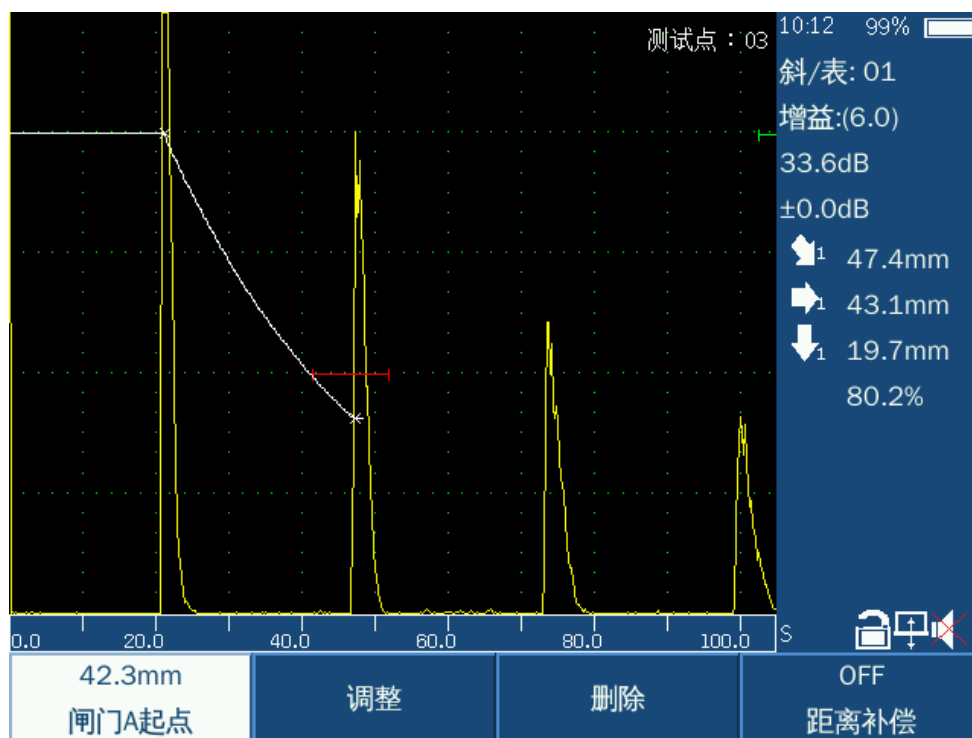

图 6
4. 移动闸门 A，寻找回波，同上的方法，画出第二次回波曲线（图 6）